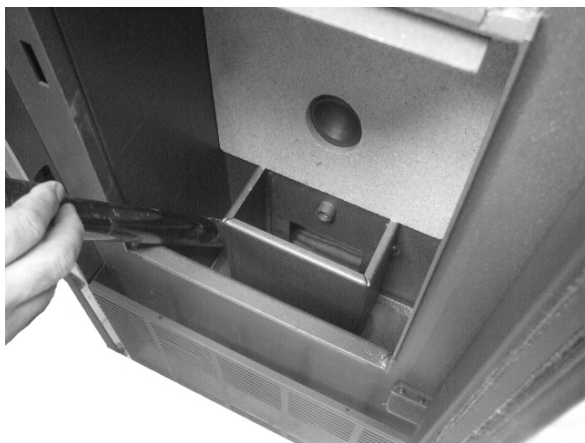

Fig. 30 - Limpeza do compartimento do braseiro
- Limpar e aspirar o compartimento do braseiro de eventuais cinzas acumuladas no seu interior (ver **Fig. 30**).